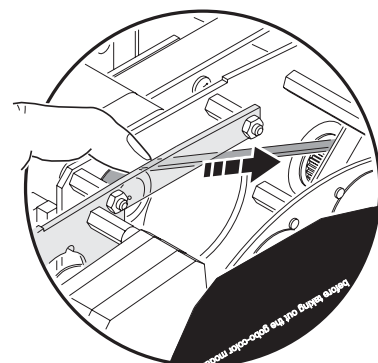

Bild 18: Bewegen des Animationsrads
6. Drehen Sie den Kopf wieder um. Bewegen Sie das Animationsrad über seinen Antriebsriemen ins Innere des Moduls, um ein Verbiegen beim Ausbau zu verhindern (Bild 18).